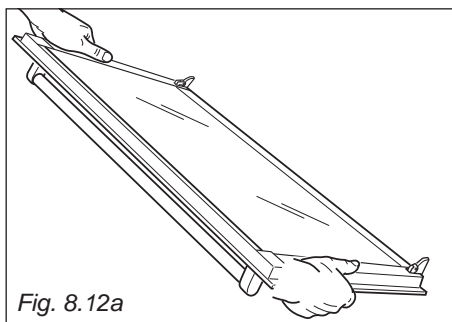

Fig. 8.12a
1. Hold the door firmly (fig. 8.12a).